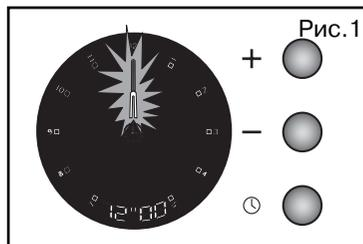

Рис.1
- На дисплее будут мигать стрелки (рис. 1).